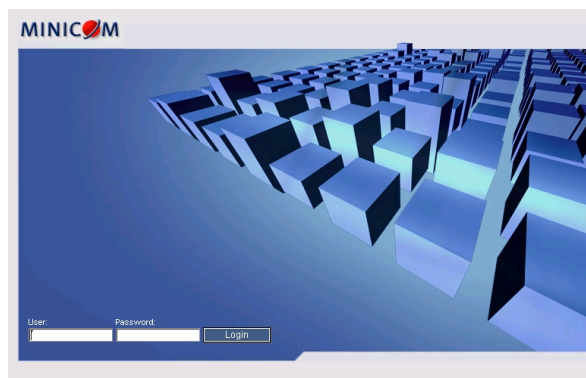

Figure 5 : Ouverture de session – interface de configuration
2. Saisissez l'adresse IP de l'IP Control - <https://adresse IP/config>. Appuyez sur la touche **Entrée**. La page d'ouverture de session apparaît, voir la Figure 5.